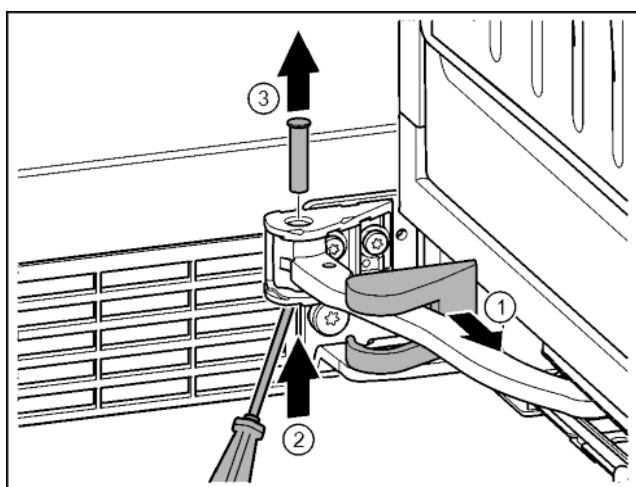

Fig. 19
- ▶ Zdjąć osłonę płytki zawiasu i przesunąć wzdłuż przegubu. Fig. 19 (1)
- ▶ Sworznie unieść od dołu palcami lub przy pomocy śrubokręta. Fig. 19 (2)
- ▶ Śrubokręt wsunąć pod główkę sworznia i wyjąć. Fig. 19 (3)